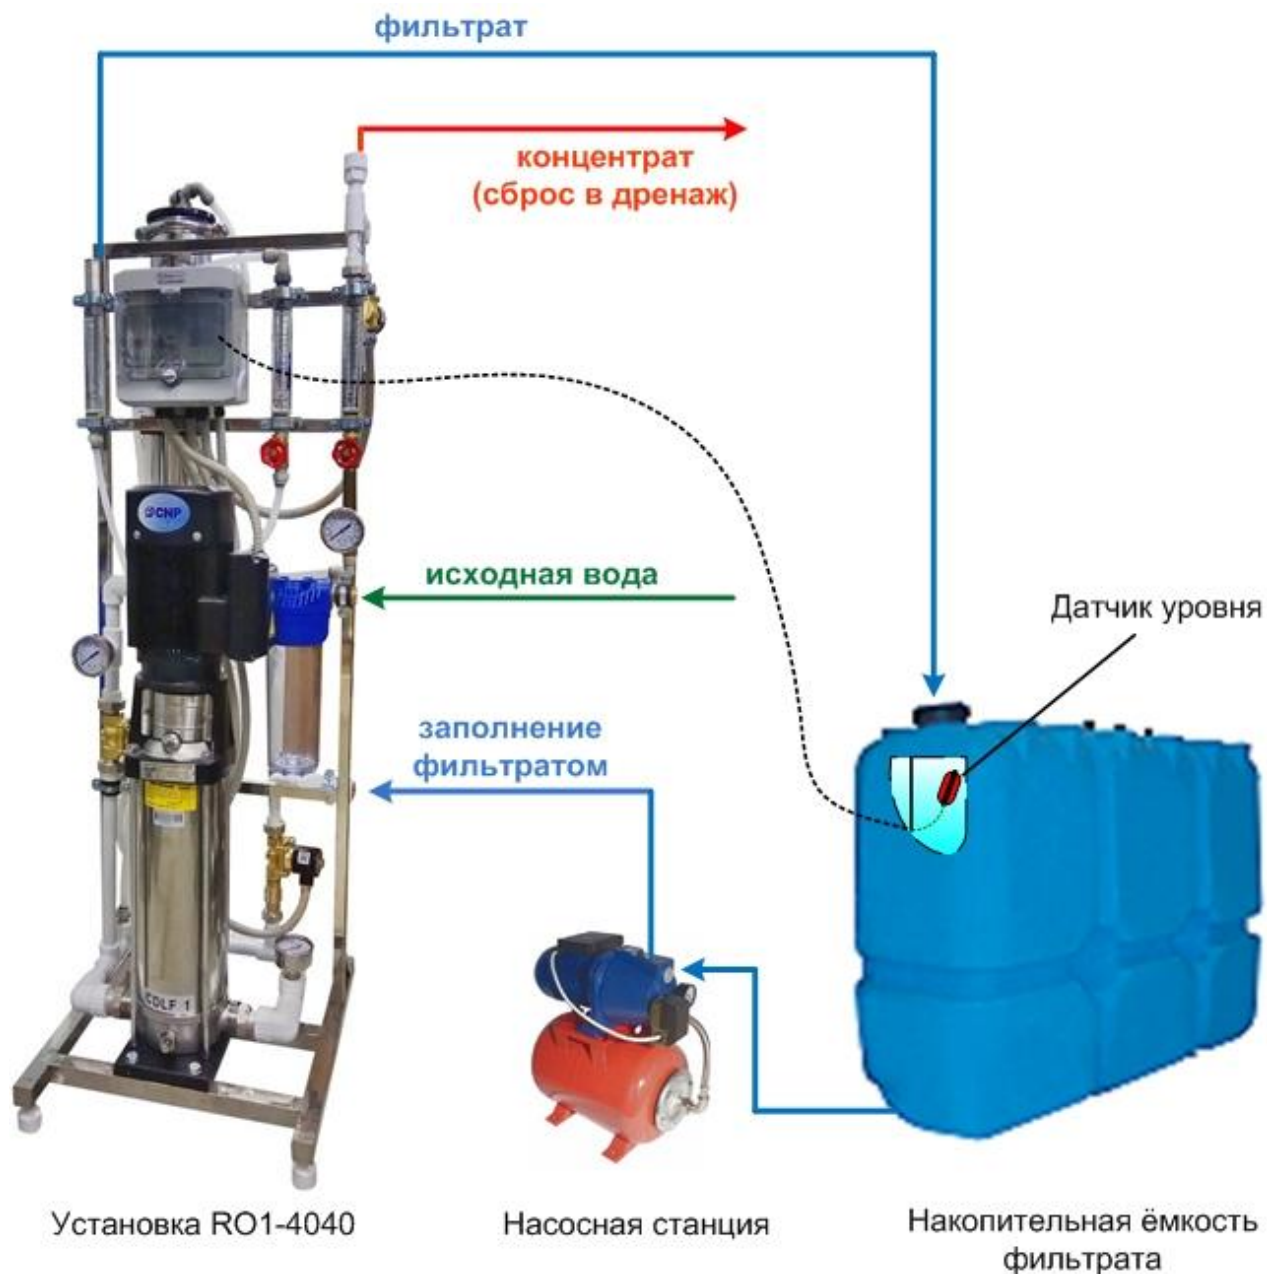

Рис. 4 Подключение трубопроводов к установке.
3.1.2. Подключить установку к магистрали исходной воды (давление – не менее 1,5 атм, расход не менее 700 л/час), выход фильтрата – к отводящей магистрали чистой воды, выход концентрата – к дренажной системе (сброс – не менее 500 л/час). К крану K1 подключить магистраль подачи фильтрата для заполнения при остановках (см. рис. 4). Рекомендуется на входе и выходе установки поставить отсекающие краны. Для нормальной работы установки потребитель должен обеспечить качество исходной воды не хуже указанного в табл.1.